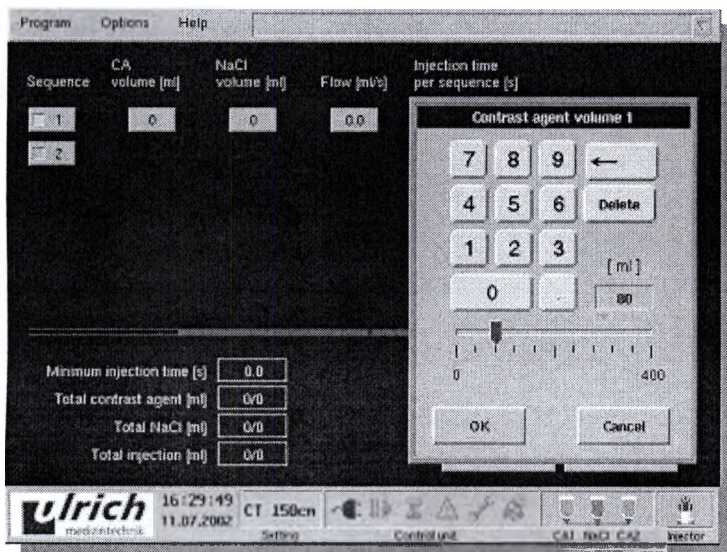

Рис. 7-1 Цифровая клавиатура для ввода параметров инъекции
Ввод значений осуществляется с цифровой клавиатуры или шкалы значений (Рис. 7-1, например, ввод объема KB1).
Нажатием «ОК» выбранное значение принимается. Если значение не принимается, то при помощи „Cancel“ («Отмена») вернуться в экран ввода (Рис.7-1).
- Открыть операцию: Щелкнуть на последней кнопке операции (например, Рис.7-1, кнопка операции 2)